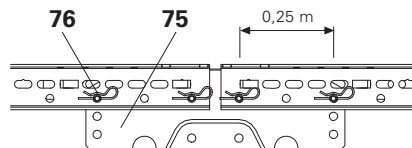

Fig. D2.02
L'éclisse universelle UK 70 (75) se fixe à l'aide de quatre broches et de goupilles de sécurité (76). (Fig. D2.02)